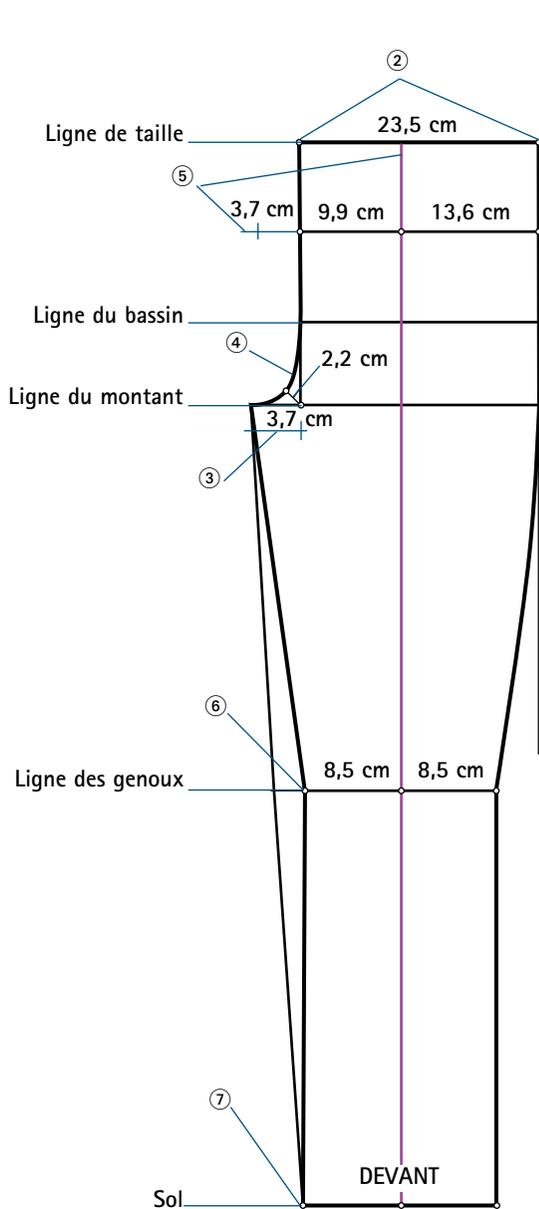
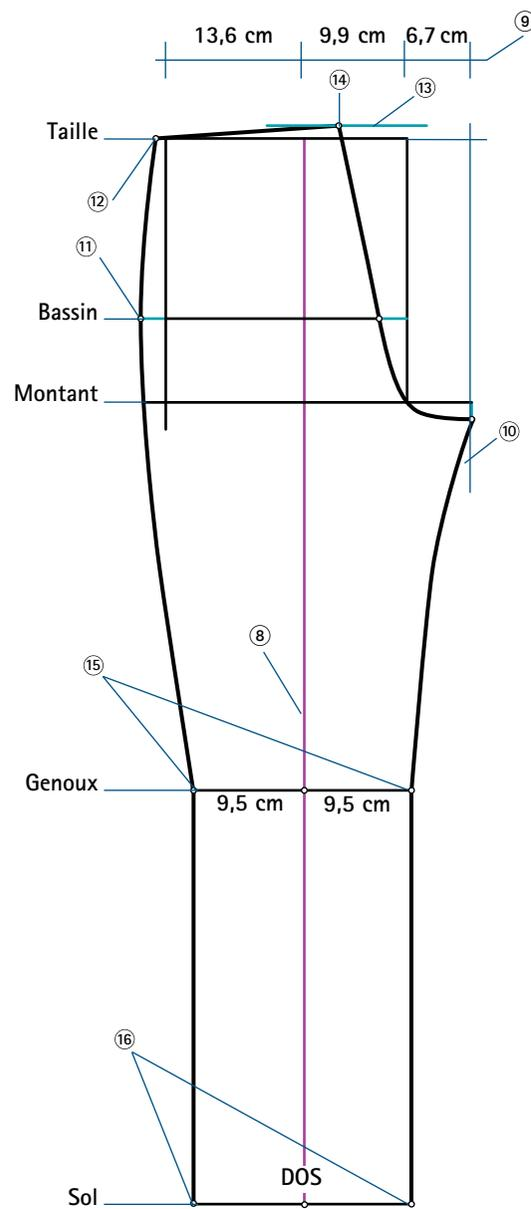

FIG. 1
FIG. 2
- ① Tracer toutes les lignes horizontales d'après les mesures données : ligne de taille, ligne du bassin, ligne du montant, ligne des genoux.
- ② Sur la ligne de taille, reporter $1/4$ du tour de bassin (ex. $94 : 4 = 23,5$ cm), puis tracer les lignes verticales aux deux extrémités.
- ③ Sur la ligne du montant, ajouter à gauche de la ligne verticale de gauche $1/20^{\circ}$ du tour de bassin moins 1 cm, soit $(94 : 20) - 1 = 3,7$ cm.
- ④ Sur la bissectrice ligne du montant / ligne verticale de gauche, porter 2,2 cm. Tracer ensuite au pistolet une courbe jusqu'à la ligne du bassin.
- ⑤ Additionner les mesures du $1/4$ du tour de bassin et la largeur du montant puis diviser par 2, soit $(23,5 + 3,7) : 2 = 13,6$ cm. Puis, à 13,6 cm de la ligne verticale de droite, tracer la ligne du pli central du pantalon (fig. 1, en violet). Noter les mesures sur le patron, comme indiqué sur la figure 1. Elles seront indispensables pour la suite de la construction du dos du pantalon.
- ⑥ Reporter la moitié du tour du genou moins 1 cm, le tout divisé par deux de chaque côté du pli central, soit $(36 : 2) - 1 = 17$ cm ; $17 : 2 = 8,5$ cm.
- ⑦ Reporter au sol la $1/2$ largeur souhaitée du bas de pantalon moins 1 cm.
- ⑧ Tracer une verticale qui sera le pli central du dos du pantalon. Ensuite prolonger les lignes horizontales du devant : ligne de taille, ligne du bassin, ligne du montant, ligne des genoux.
- ⑨ Reporter les mesures du devant (fig. 2) : 13,6 cm, 9,9 cm et 6,7 cm = $1/20^{\circ}$ du tour du bassin + 2 cm. Tracer les lignes verticales correspondantes.
- ⑩ Sur la ligne verticale de droite, mesurer 2 cm sous la ligne du montant et placer un point.
- ⑪ Sur la ligne du bassin, mesurer 3,5 cm à gauche de la ligne verticale de gauche et placer un point.
- ⑫ Sur la ligne de taille, reporter 1,5 cm à gauche de la ligne verticale de gauche et placer un point.
- ⑬ Tracer une ligne courte, 2,5 cm au-dessus de la ligne de taille.
- ⑭ À partir du point ⑫, reporter $1/4$ du tour de taille plus la valeur d'une pince dos, soit environ 2,5 cm, jusqu'à la ligne supplémentaire au-dessus de la taille (ex. $(70 : 4) + 2,5 = 17,5 + 2,5 = 20$ cm).
- ⑮ Reporter la moitié du tour du genou plus 1 cm, le tout divisé par deux de chaque côté du pli central, soit $(36 : 2) + 1 = 19$ cm ; $19 : 2 = 9,5$ cm.
- ⑯ Reporter au sol la $1/2$ largeur souhaitée du bas de pantalon plus 1 cm.